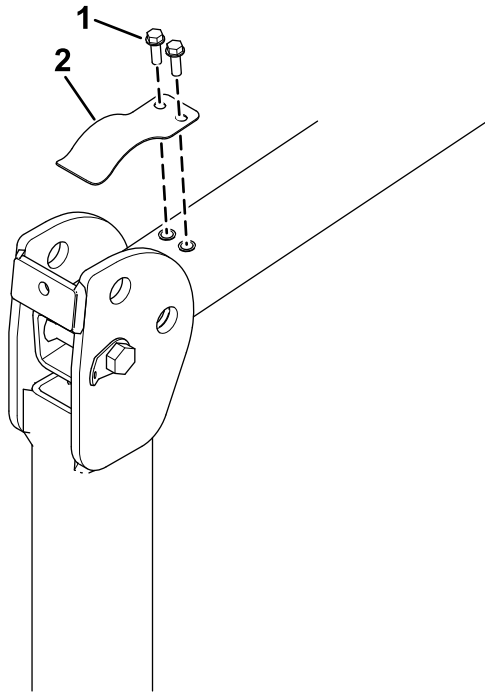

Figure 7
1. L'arceau de sécurité étant abaissé, déposez le ressort à lames anti-vibrations (Figure 7) de chaque côté de l'arceau de sécurité.